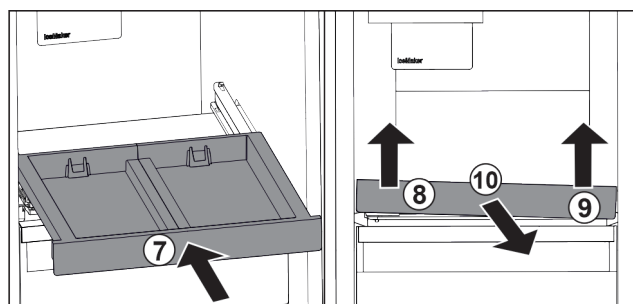

Fig. 86
- ▶ Zasuňte vysouvací přihrádku. Fig. 86 (7)
- ▶ Vysouvací přihrádku vpředu vlevo nadzvedněte. Fig. 86 (8)
- ▶ Vysouvací přihrádku vpředu vpravo nadzvedněte. Fig. 86 (9)
- ▶ Odeberte vysouvací přihrádku směrem dopředu. Fig. 86 (10)